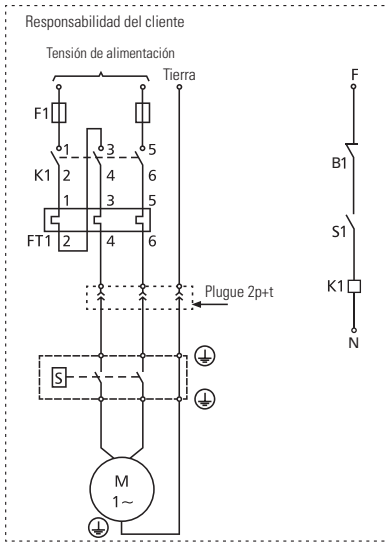

FIGURA 8.2.- ESQUEMA DE CONEXIÓN ELÉCTRICA MONOFÁSICA (MOTOR SIN PROTECTOR TÉRMICO)
- Para Protección y Garantía del motor eléctrico, es necesario seguir la orientación de la Figura 8.2. La inobservancia podrá causar el quemado del motor y la pérdida de la Garantía.
- Para protección del motor, deben ser seguidas las orientaciones de la Figura 8.2.